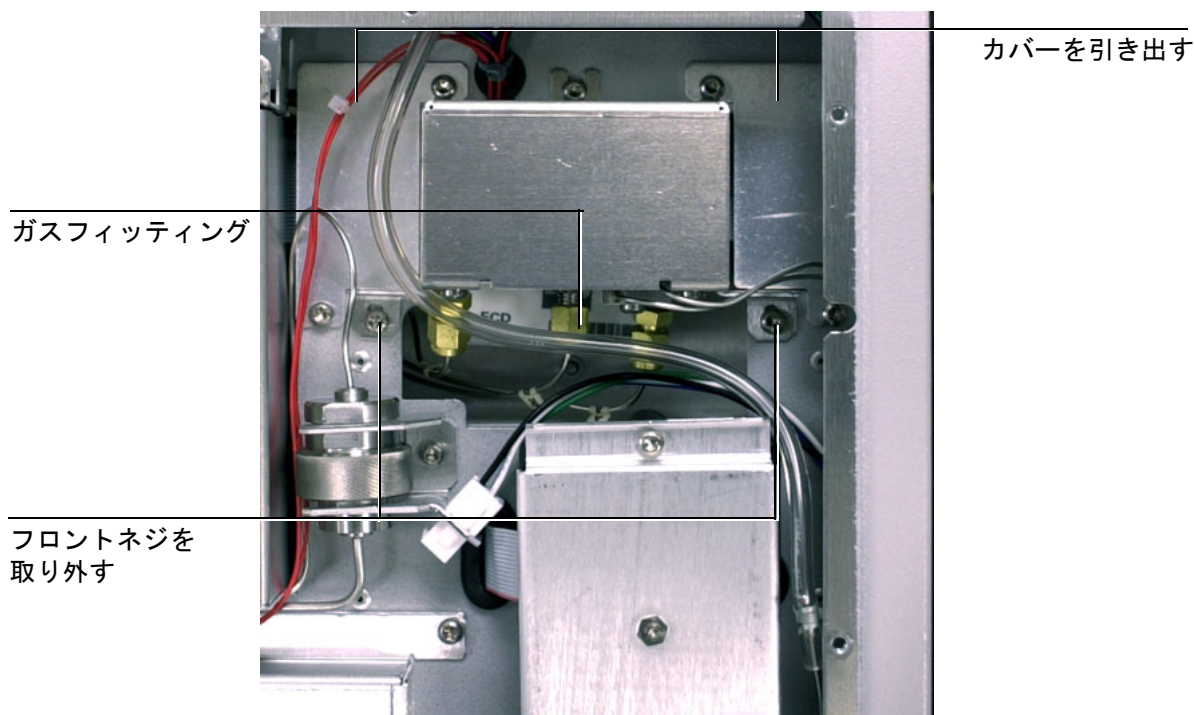

図 35. フローモジュールの取り外し
7. フローモジュールからガスフィッティングを取り外します (図 35)。